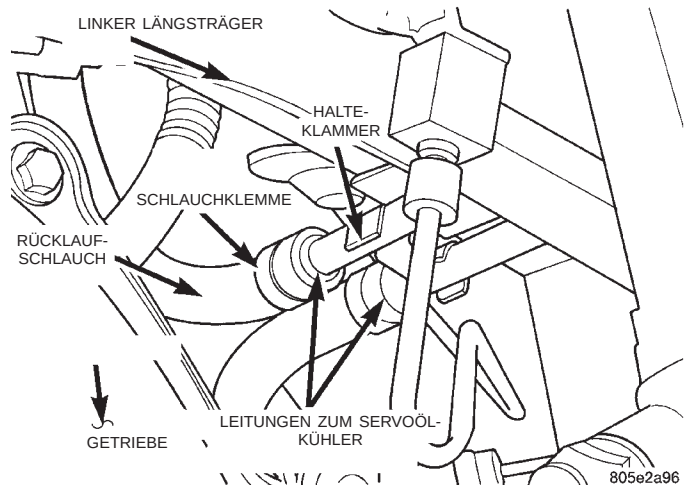
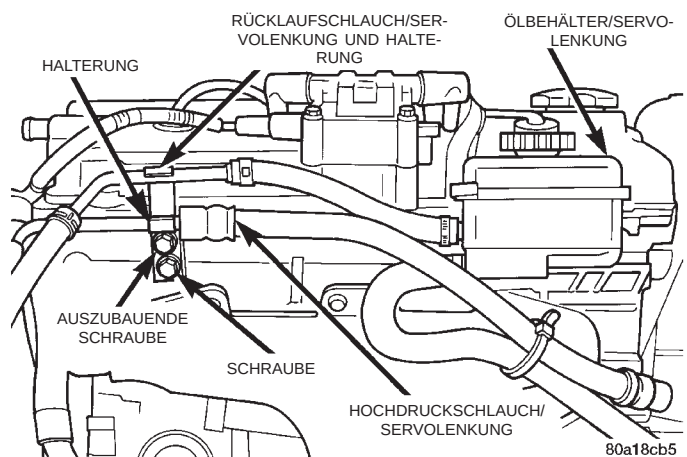

**Abb. 19 Anschlüsse der Servolenkungsschläuche an der Servoölkühlerleitung**
**Abb. 20 Verlegung des Rücklaufschlauchs beim 2.4L-Motor**
(3) Fahrzeug anheben. Dazu Unterstellböcke oder eine Hebebühne verwenden, die am Rahmen ange-setzt wird (siehe Kapitel 0, Schmierung und Wartung, Abschnitt "Anheben des Fahrzeugs").
(4) Den vorderen Querträger so weit absenken, daß die Schlauchanschlüsse an der Seite des Lenkgetriebes zugänglich sind.
(5) Rücklaufschlauch (Abb. 19) von der Ölkühlerleitung abschrauben. Das offene Ende des Schlauchs in einen Auffangbehälter halten, so daß das Servoöl aus dem Schlauch herauslaufen kann.
(6) Bei Fahrzeugen 2.4L-Motor die Halterung des Hochdruckschlauchs von der Halterung des Rücklaufschlauchs an der Motorrückseite abschrauben (Abb. 20). Dann die Schraube lösen, mit der die Halterung des Rücklaufschlauchs am Zylinderkopf befestigt ist (Abb. 20).
- (1) Den Rücklaufschlauch von unten in den Motorraum schieben und in umgekehrter Reihenfolge wie beim Ausbau einbauen.
- (2) Mit einem fusselfreien Tuch die Öffnungen des Schlauchs und des Lenkgetriebes sauberwischen.
- (3) Neuen O-Ring in das Ende des Schlauchs einsetzen, das am Lenkgetriebe montiert wird.
- (4) Den O-Ring mit frischem, sauberem Servoöl einstreichen.
- (5) Rücklaufschlauch an der Servoölkühlerleitung montieren (Abb. 19).
- (6) Den Rücklaufschlauch korrekt bis zum Ölbehälter verlegen, ohne ihn zu knicken oder einzuklemmen.
(7) **Bei Fahrzeugen mit 2.0L-Motor oder 2.4L-Motor** die Halterung des Rücklaufschlauchs an der Rückseite des Zylinderkopfs anschrauben (Abb. 20) und festziehen. Dann die Halterung des Hochdruckschlauchs an der Halterung des Rücklaufschlauchs montieren (Abb. 20) und die Schraube festziehen.